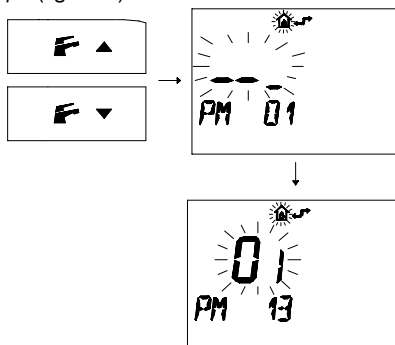

fig. 5.50
- 3 Premere i pulsanti o per visualizzare la programmazione "PM 13" modo pompa (fig. 5.50)